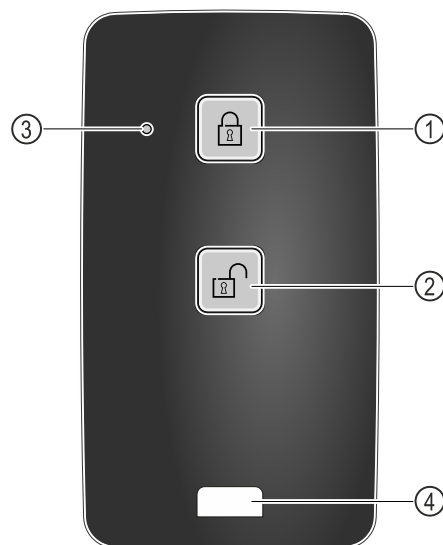

Fig. 249
- (1) Lås låset
- (2) Lås upp låset
- (3) Status-LED
- (4) Fästögla
- Tryck på knappen Fig. 249 (1) på fjärrkontrollen.
- Tryck på knappen Fig. 249 (2) på fjärrkontrollen.
- Status-LED:n Fig. 249 (3) blinkar för att bekräfta att knappen tryckts in.
- Ögla Fig. 249 (4) för att sätta fast fjärrkontrollen, t.ex. på en nyckelknippa.